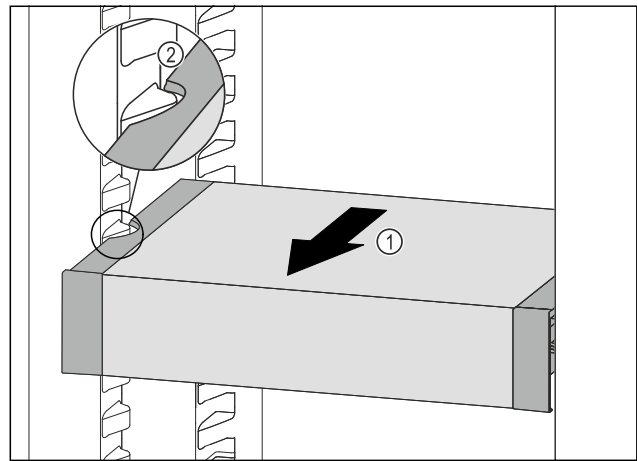

Fig. 110
- ▶ Tirer le VarioSafe vers l'avant Fig. 110 (1) jusqu'à ce que les encoches latérales du VarioSafe se trouvent au niveau de la nervure du bac dans la partie réfrigérateur Fig. 110 (2)